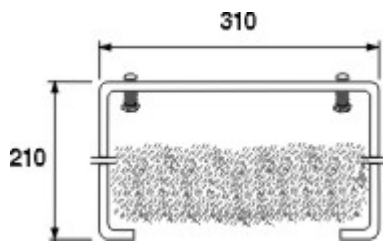

Fig. 2a
1. Creuser une tranchée de fondation en tenant compte des dimensions de la plaque de fondation (Fig. 2a).